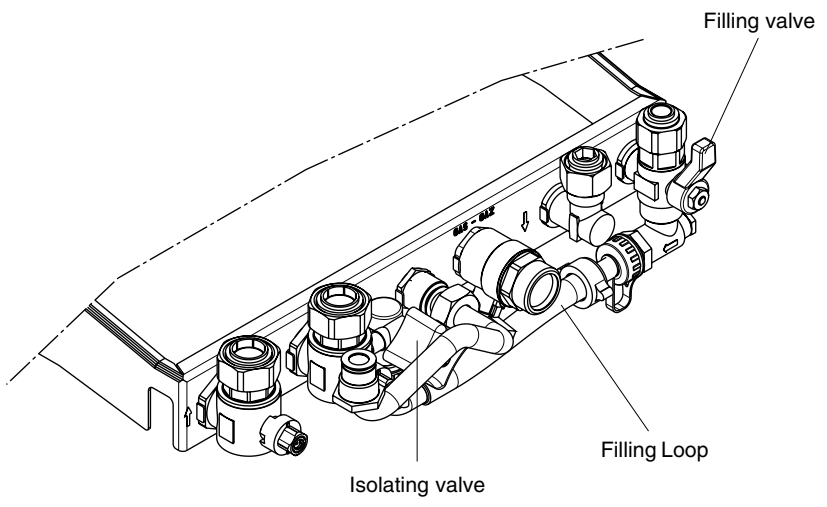

Fig. 2
**3.1 HOWTOTOP-UPTHE SYSTEM PRESSURE (fig.2)**